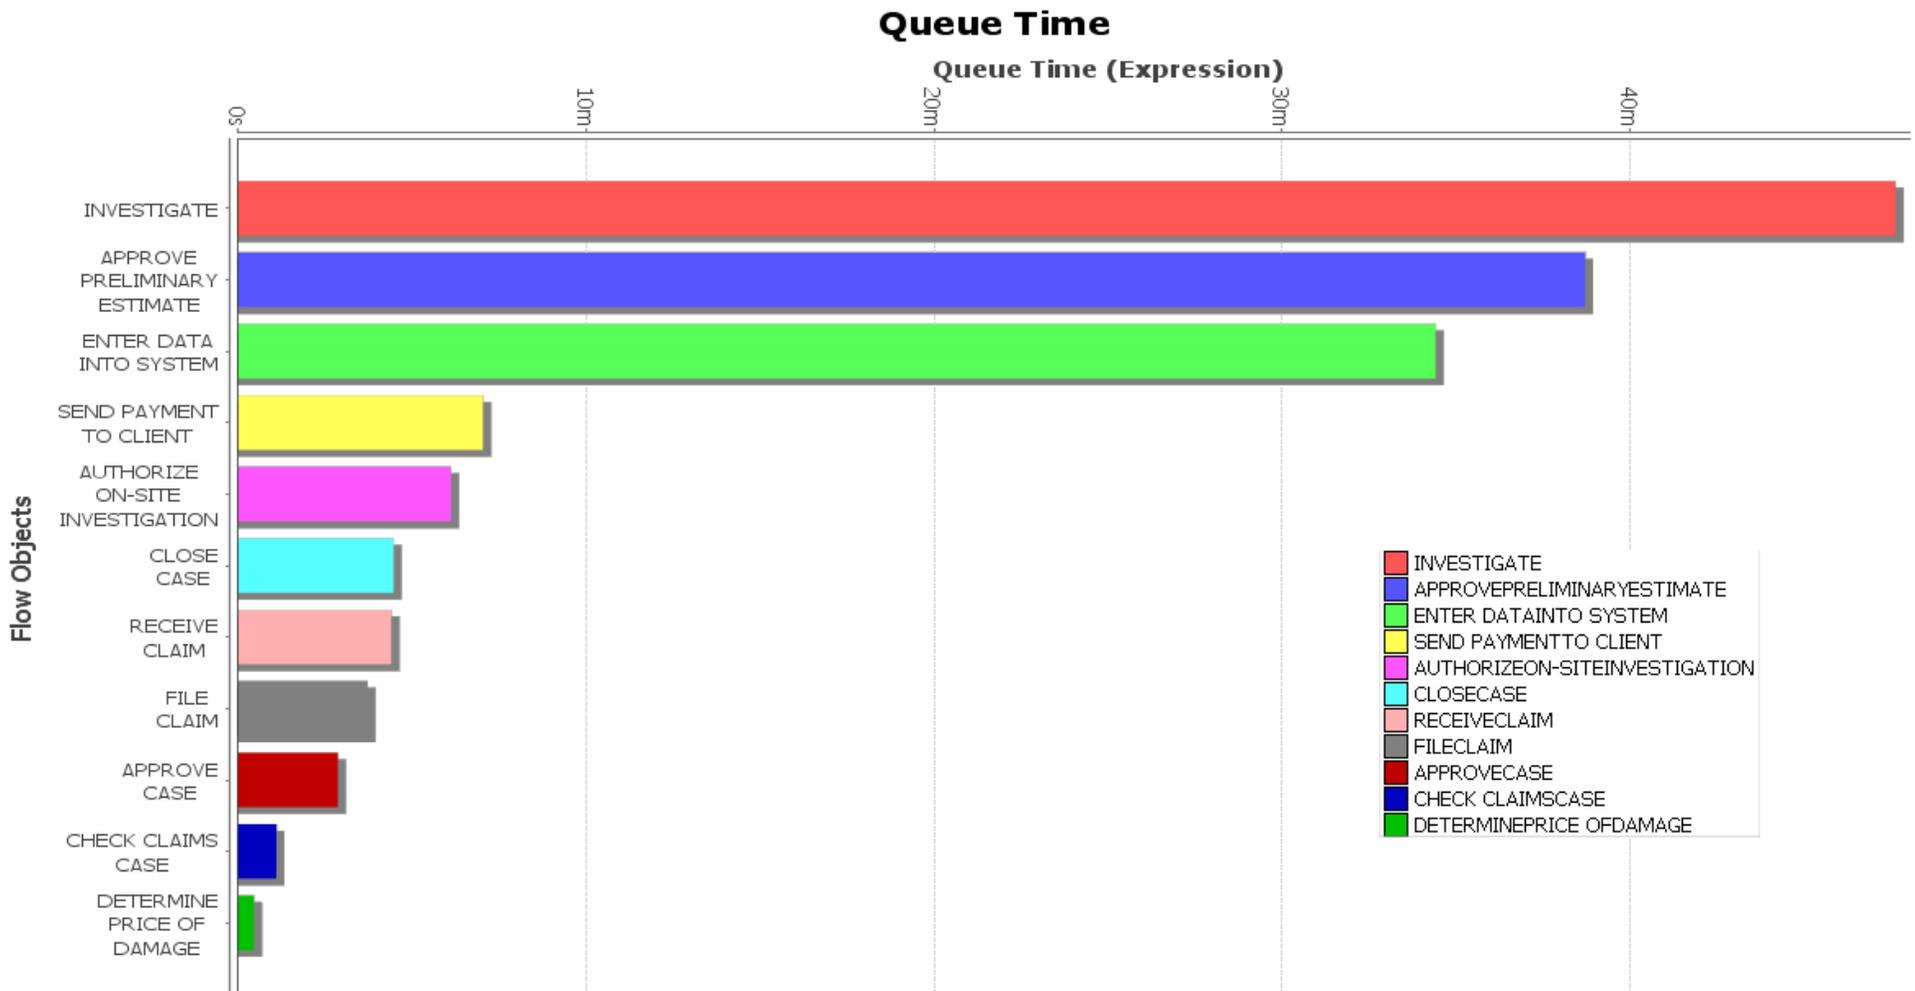
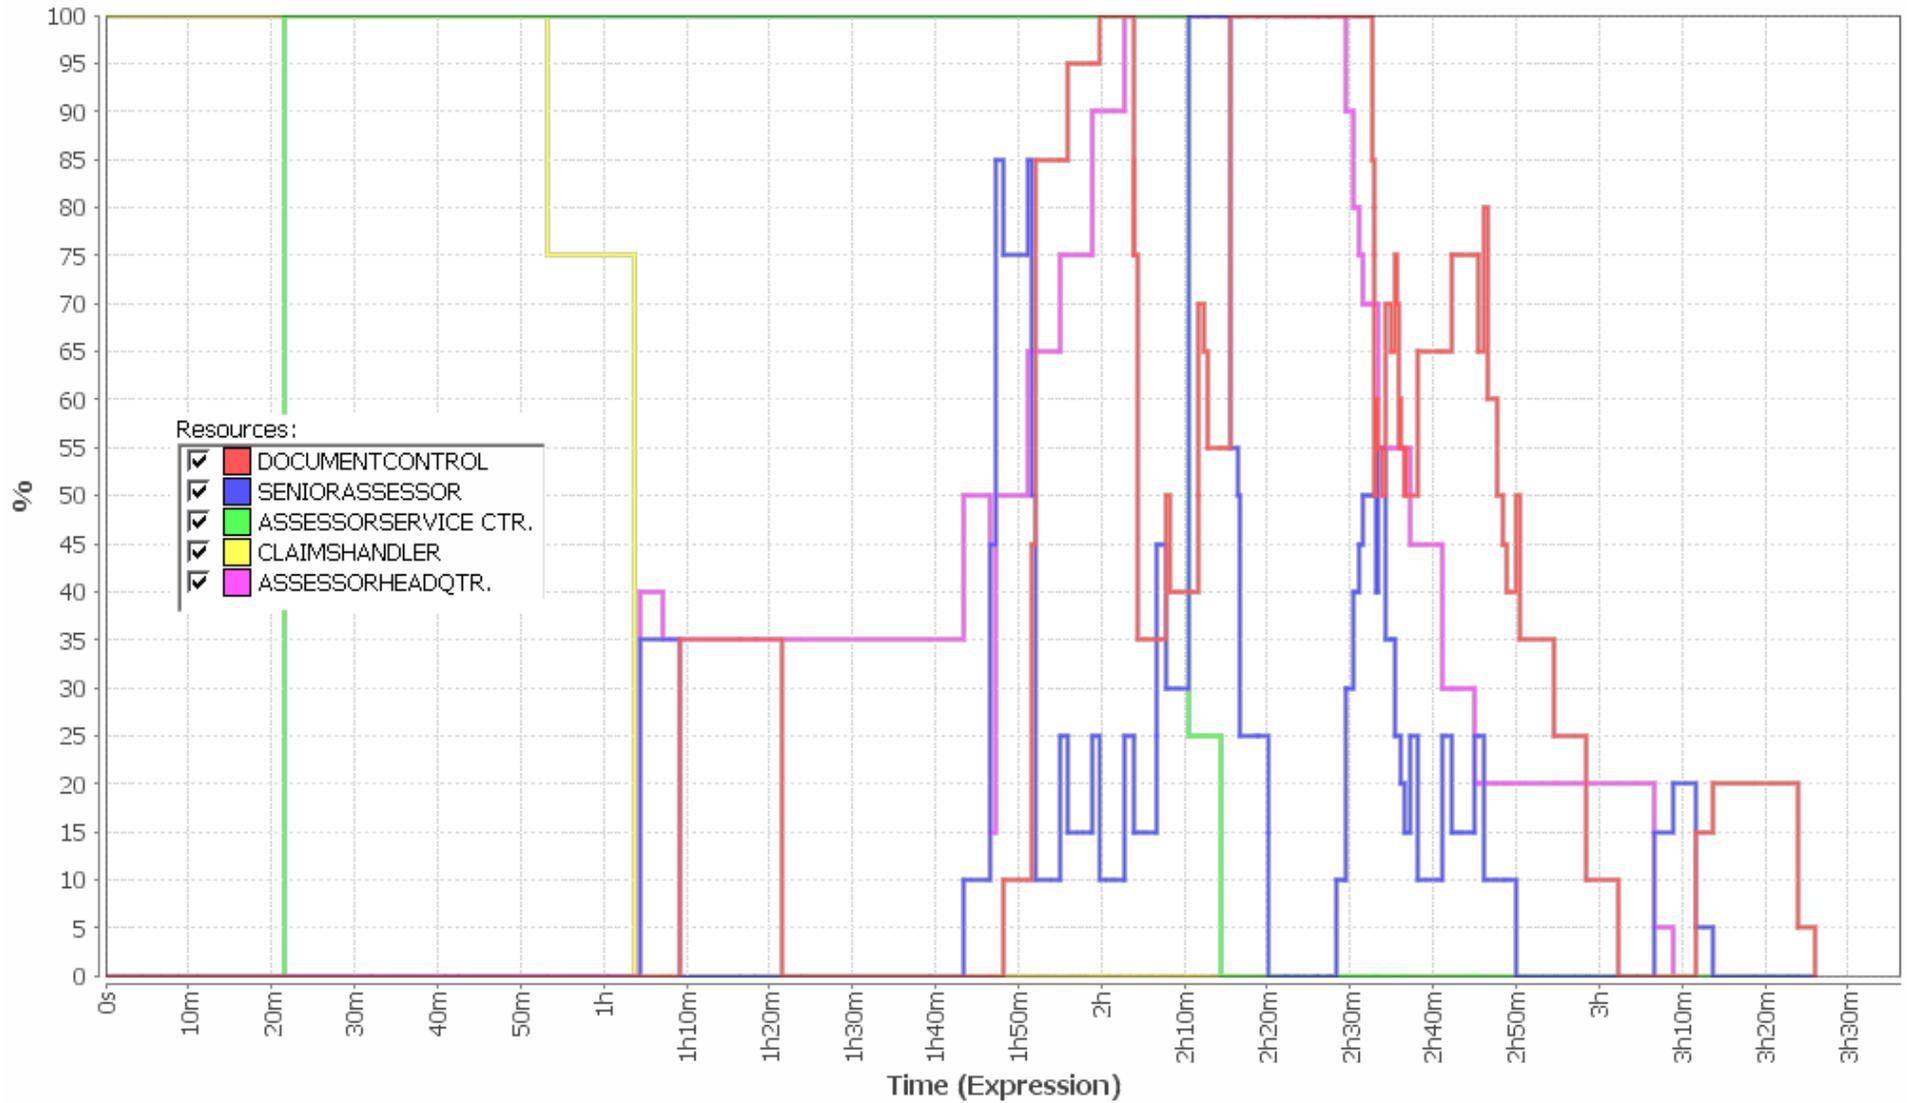

Fig. 1 – Tempo di accodamento con (20, 20, 20, 20, 20) istanze
Fig. 2 – Uso delle risorse con (20, 20, 20, 20, 20) istanze.
- In particolare, le code più lunghe sono nella seconda corsia (Fig.1, *investigate, approve preliminary estimate*), ossia “Assessor Service Ctr”. Inoltre, la seconda corsia impiega tutte le 20 istanze per un tempo considerevole (Fig.2, linea verde). Pertanto, una riduzione delle istanze disponibili sulla seconda corsia produrrebbe un aumento sostanziale della durata totale. **Seconda corsia => 20 istanze.**